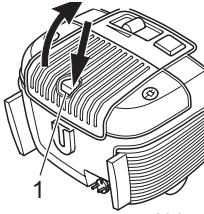

Abb. 32
2. Öffnen Sie die Ausblasfilter-Abdeckung. Drücken Sie dazu die Verriegelung (Abb. 32/1) nach hinten und ziehen Sie die Ausblasfilter-Abdeckung nach oben.